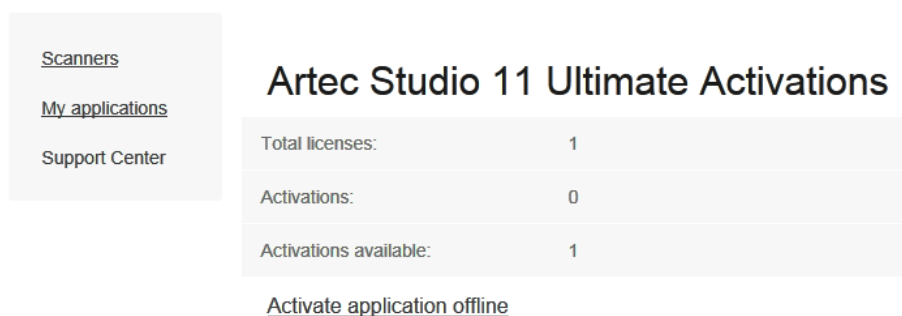

Рис. 4.16: Офлайн-активация на *my.artec3d*.
5. Найдите Artec Studio и нажмите на соответствующую ссылку. Появится новая страница, как показано на Рис. 4.16.